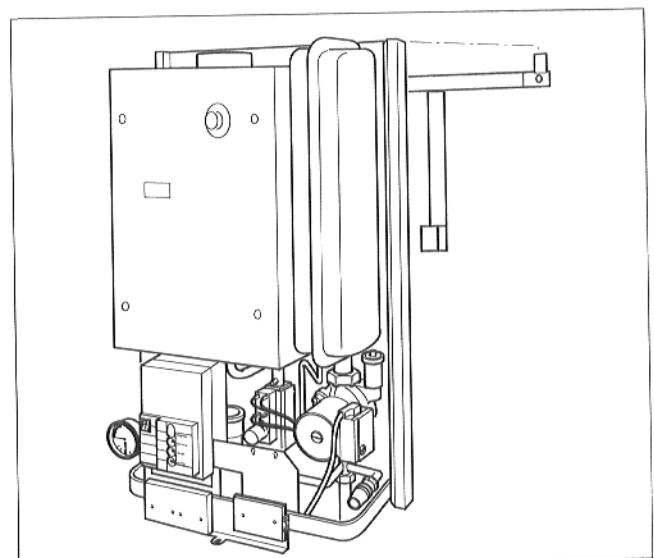

Abb. 5 Montage
- Gas-Umlaufwasserheizer auf den Wandhalter hängen (Abb. 5).